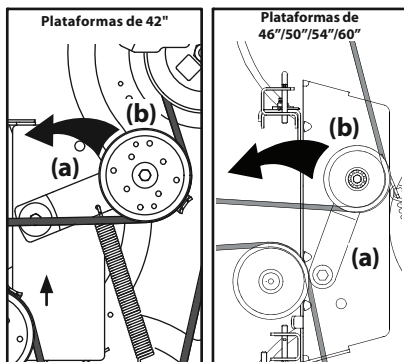

Figura 38
- b. Desde la parte media del tractor, haga girar el soporte de polea loca (a) y la polea loca móvil (b) hacia atrás, justo lo suficiente para levantar la correa, por encima de la polea del husillo. Consulte la Figura 38.